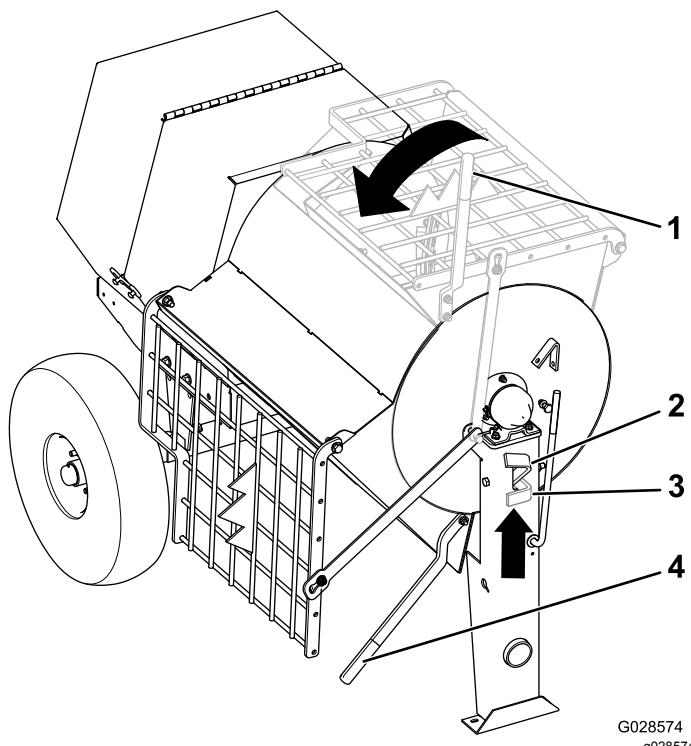

Figure 32
2. Saisissez la poignée de vidage de la main gauche (Figure 32).
- 3. Levez la poignée du verrou de la cuve (Figure 32).
- 4. Placez les deux mains sur la poignée de vidage et tournez-la dans le sens antihoraire pour décharger le contenu de la cuve (Figure 32).
5. Tournez la poignée de vidage **dans le sens horaire** jusqu'à ce que le verrou de la cuve bloque celle-ci en position redressée (Figure 32).